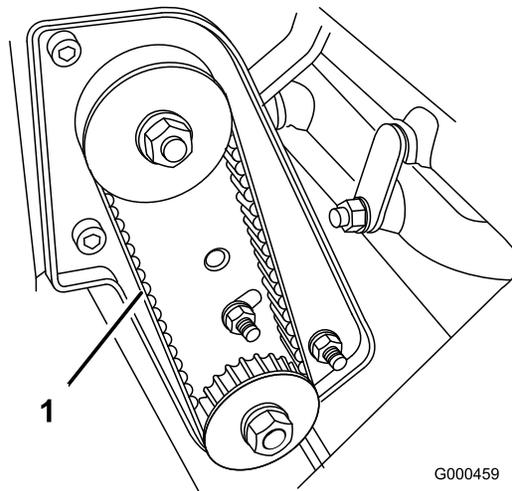

图41
2. 使用 $1.80 \pm 0.45\text{kg}$ 的力按压滑轮之间皮带轮 (图41) 中间的位置, 检查皮带的张紧力。皮带应下压 4.8~7.9mm。如果下压不正确, 请转至下一步。